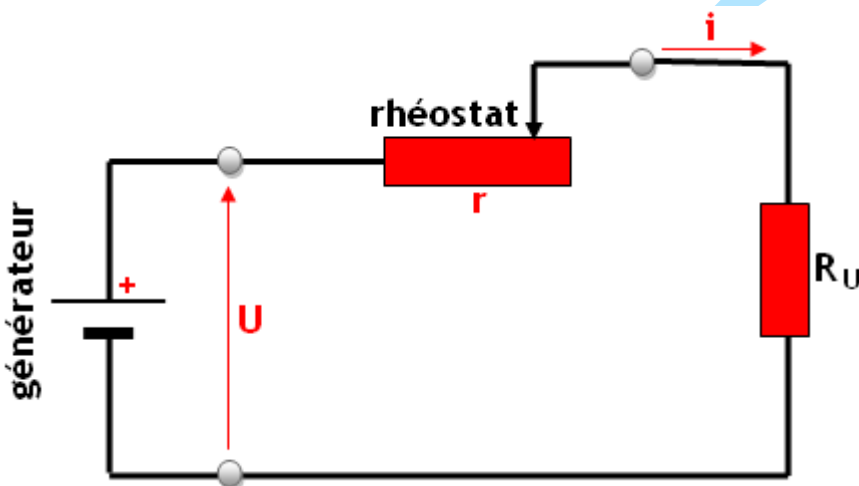

Figure 8 : Disposition d'un rhéostat dans un circuit.
- ☞ Disposé en série dans un circuit (fig. 8).